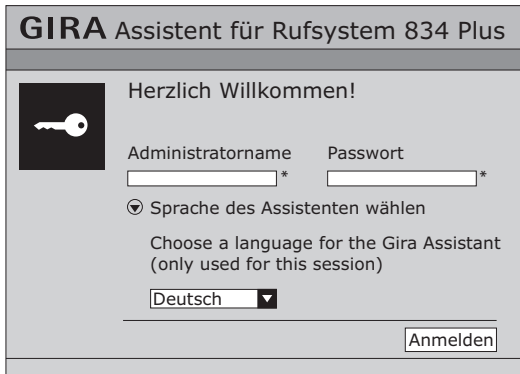

Bild 4.2: Anmeldebildschirm des Gira Konfigurations-Assistenten: Eingabe von Benutzername und Passwort, Sprachwahl
Der Startbildschirm des Konfigurations-Assistenten öffnet sich (siehe Bild 4.2).
- Nach der Eingabe des Benutzernamens und des Passworts, sowie nach Sprachauswahl (siehe Bild 4.2 und "Benutzernamen und Passworte" auf Seite 62) auf „Anmelden“ klicken.
- Nach der Eingabe des Benutzernamens und des Passworts, sowie nach Sprachauswahl (siehe Bild 4.2 und „Benutzernamen und Passworte“ auf Seite 62) auf „Anmelden“ klicken.